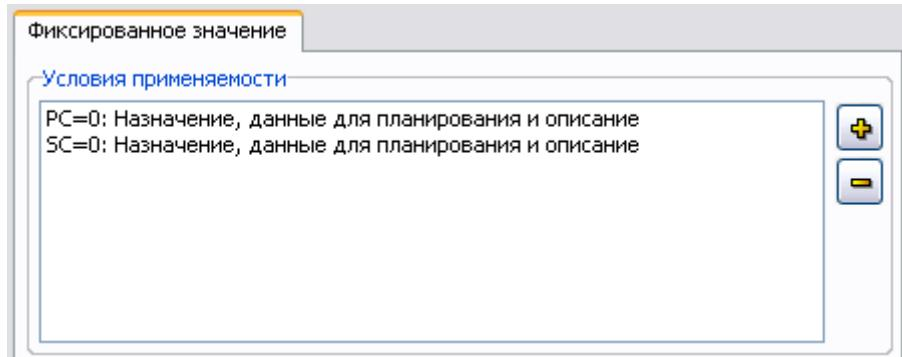

Рис. 2.42
9. Нажмите на кнопку Применить. После этого произойдет возврат в окно **Добавление записи** для фиксированного значения, и в окне **Условия применяемости** появятся назначенные нами условия (Рис. 2.42).